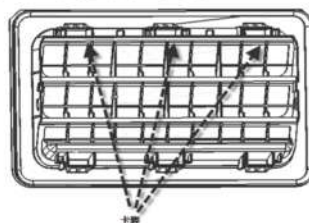

图 2-4-1 后通风口拆卸示意图
(1) 将后通风口总成两侧向外拉出（远离车身方向），即可完成后通风口总成的拆卸；
(2) 注意拆卸时，需从行李箱内侧进行，将其卡脚（如图 2-4-1 所示）悬臂依次摁压脱离钣金，不可从车外侧强力掰扯产品，以免产品结构断裂报废。